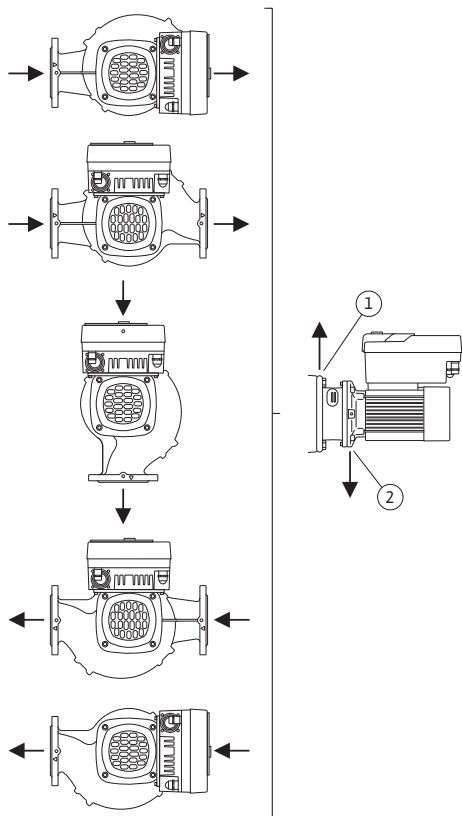

Fig. 17: Pieļaujamie montāžas stāvokļi ar horizontālo vārpstu
- Horizontālas motora vārpstas gadījumā kondensāta atverei noteikti jābūt pavērstai uz leju (Fig. 17, 2. poz.). Nepieciešamības gadījumā motors jāpagriež.